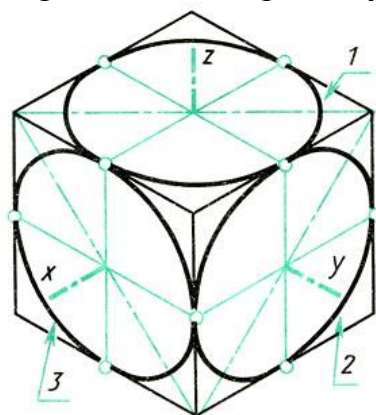
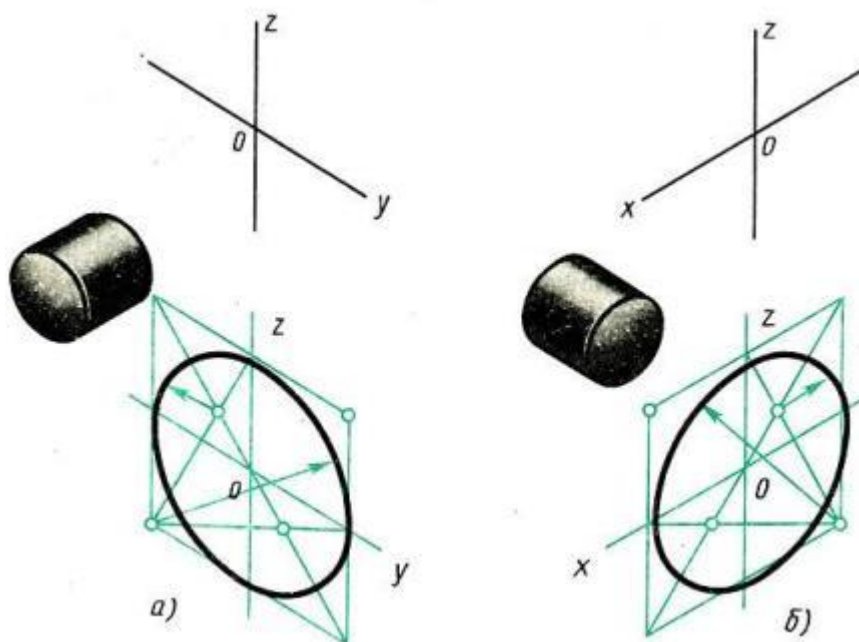

Рис. 48. Изометрические проекции окружностей, вписанных в грани куба
Рис. 50. Построение овала в плоскостях, перпендикулярных осям x и y
Квадрат в изометрической проекции проецируется в ромб. Окружности, вписанные в квадраты, например, расположенные на гранях куба (рис. 48), в изометрической проекции изображаются эллипсами. На практике эллипсы заменяют овалами, которые вычерчивают четырьмя дугами окружностей.
Так строят овал, лежащий в плоскости, перпендикулярной к оси z (овал 1 на рис. 48). Овалы, находящиеся в плоскостях, перпендикулярных к осям x (овал 3) и y (овал 2), строят так же, как овал 1., только построение овала 3 ведут на осях y и z (рис. 50, а), а овала 2 (см. рис. 48) - на осях x и z (рис. 50, б).
1. Находят положение центра отверстия на передней грани детали. Через найденный центр проводят изометрические оси. (Для определения их направления удобно воспользоваться изображением куба на рис. 48.) На осях от центра откладывают отрезки, равные радиусу изображаемой окружности (рис. 51, а).